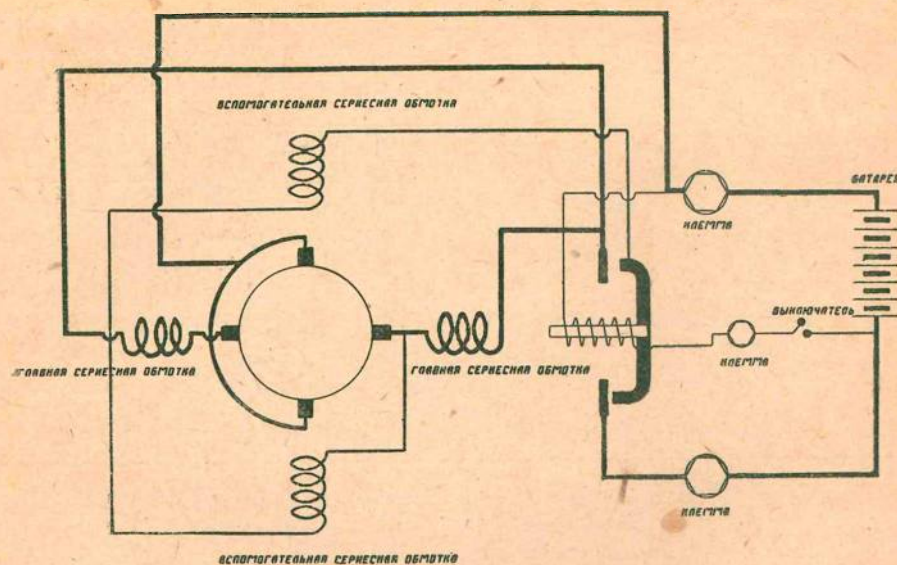

Рис. 38. Схема стартера СМА.
Корпус стартера (17) стальной, цилиндрической формы. К корпусу прикреплены 4 пластинчатых сердечника индуктора (16) с обмотками. Обмоток 4, из них 2 главные и 2 вспомогательные. Главные обмотки включены параллельно между собой (рис. 38). Каждая обмотка состоит из 9 витков медного пластинчатого провода, сечением  $1,56 \times 6,9$  мм. Провода изолированы друг от друга хлопчатобумажной тканью.